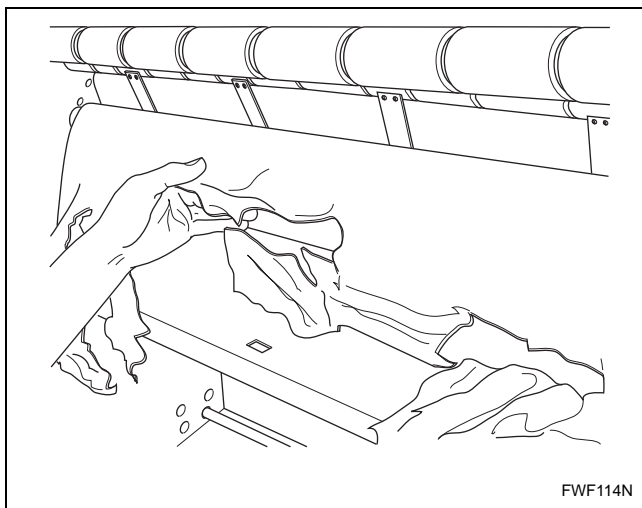

Figura 17
- d. Guie o papel de proteção para fora da máquina. Consulte *Figura 17*.